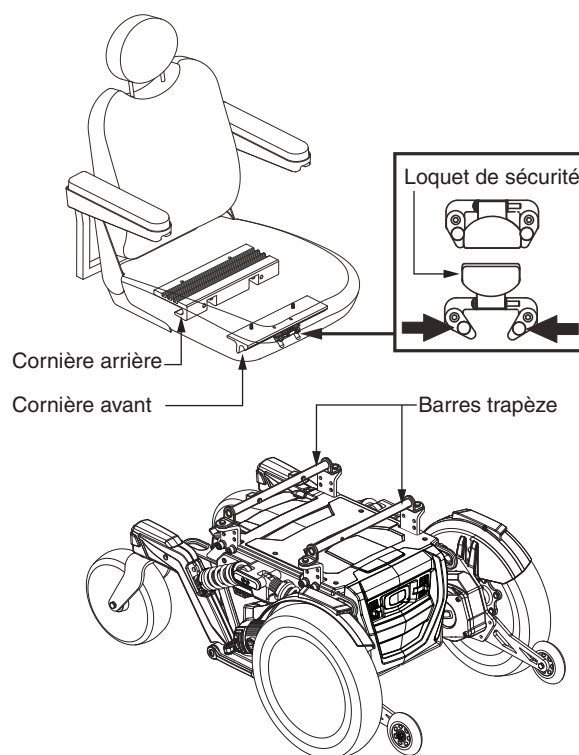

Figure 5. Système de montage universel et siège Contour
Il se peut que vous ayez à installer le siège avant la première utilisation ou après avoir transporté votre fauteuil motorisé. La plupart des sièges sont fixés à la base à l'aide du « Système de Montage Universel » (SMU). Le système de montage universel (SMU) est composé de pièces compatibles au siège sans égard à la largeur ou à la profondeur du siège. Les deux pièces principales sont des cornières d'aluminium montées sur la base du siège. Celles-ci se fixent sur la paire de barres trapèze fixées sur la base motorisée. Voir la figure 5.
1. Inclinez le siège vers l'arrière et glissez la cornière arrière sur la barre trapèze arrière. Voir la figure 5.
4. Basculez le loquet du siège vers le haut. **Voir la figure 5.**